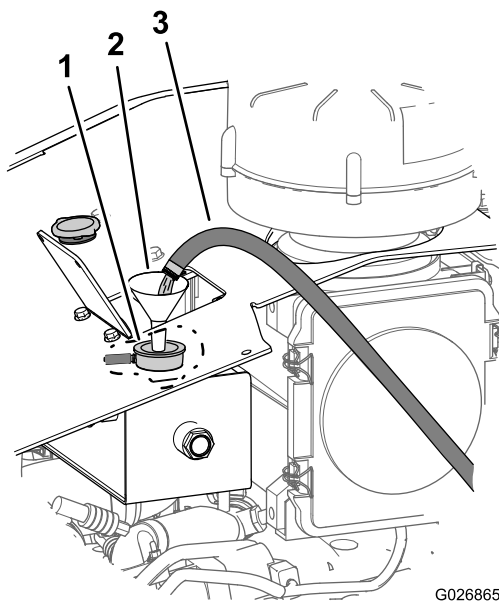

Рисунок 109
- A. Заполните систему охлаждения чистой водой (Рисунок 109).